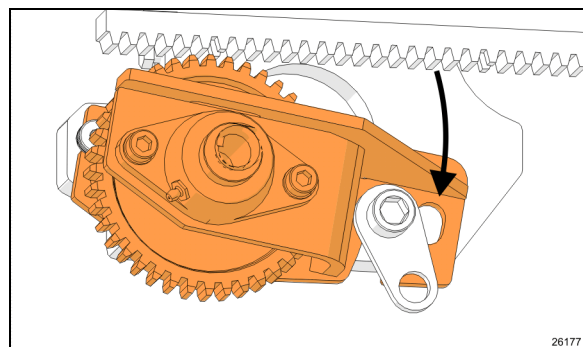
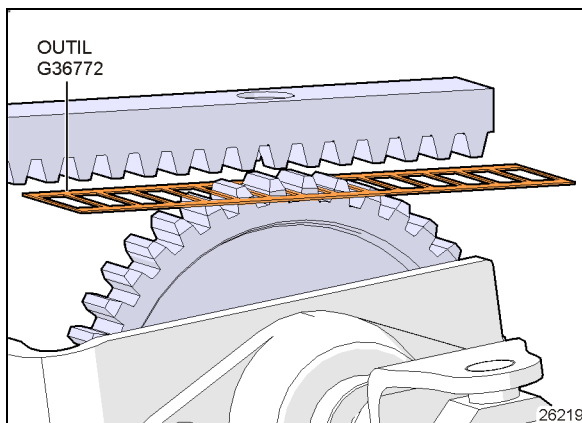

FIGURE 35: PIVOTEMENT DE L'ENSEMBLE DE PIGNON
FIGURE 36: OUTIL G36772
1. Enlever la vis supérieure tel qu'indiqué à la Figure 35
2. Dévisser légèrement la vis inférieure pour enlever la tension sur la languette (Figure 36)
6. Retirer l'arbre (1).
7. Enlever le pignon usagé (3). Si la clavette est endommagée, la remplacer.
8. Sur l'arbre (1), installer la bague d'appui (6), la clavette (5), le nouveau pignon (3) et les rondelles de butée (4).
9. Pousser l'arbre à travers le collet inférieur (2) et le palier inférieur jusqu'à ce que bout de l'arbre appuie sur la plaque inférieure du support.
15. Serrer les vis supérieures et inférieures (Figure 35, Figure 36) de l'ensemble de pignon. **Serrer à 198 lb-pi (268 Nm)**